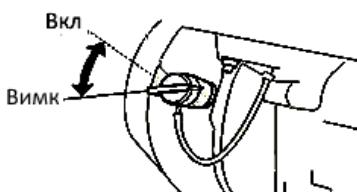

Рисунок 14
- 3) Поверніть вимикач запалення у положення "On" (рисунок 14);